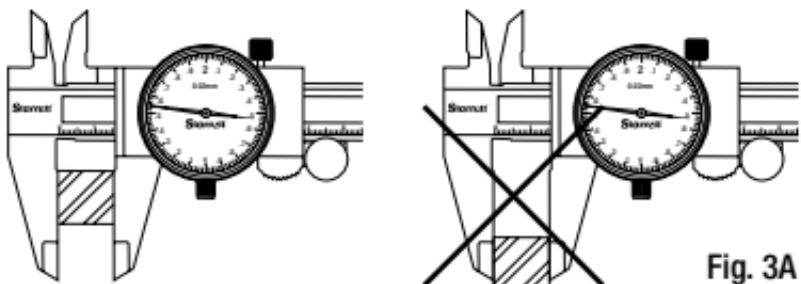
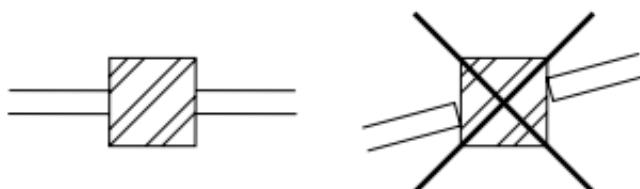

Fig. 3A
Fig. 3B
- Allentare la vite di bloccaggio del corsoio (8) per spostare il corsoio (5).
- **Misurazione di dimensioni esterne:** avvicinare il più possibile la parte da misurare alla scala (fig. 3A) e posizionare le superfici di misurazione (1) in modo che aderiscano alla superficie della parte (fig. 3B).